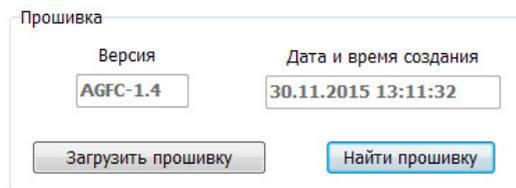

Рис.22. Чтение прошивки и загрузка прошивки в устройство.
- После загрузки файла прошивки пользователю станет доступной кнопка «Прошить» и появится информация о прошивке: версия, дата и время создания файла (Рис.22).